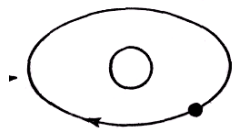

Рис.77
12. На рис. 77 даны схема атома водорода и направление движения электрона вокруг ядра. Определить магнитные полюсы атома водорода и графически изобразить линии индукции этого поля.